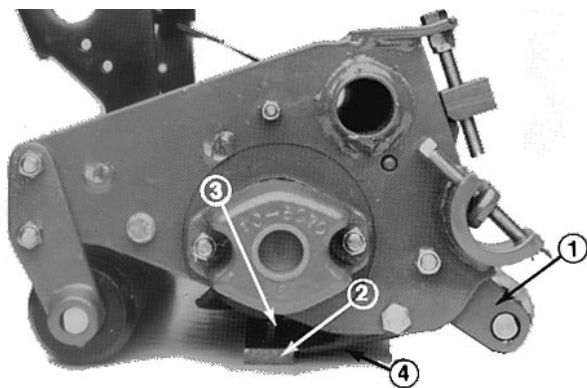

Bild 6
- Ein 6,4 mm oder dickeres Blech unter die Spindelmesser legen und in Kontakt mit der Schnittkante des Untermessers bringen (Bild 6). Die hintere Rolle darf die Oberfläche der Werkbank nicht berühren.